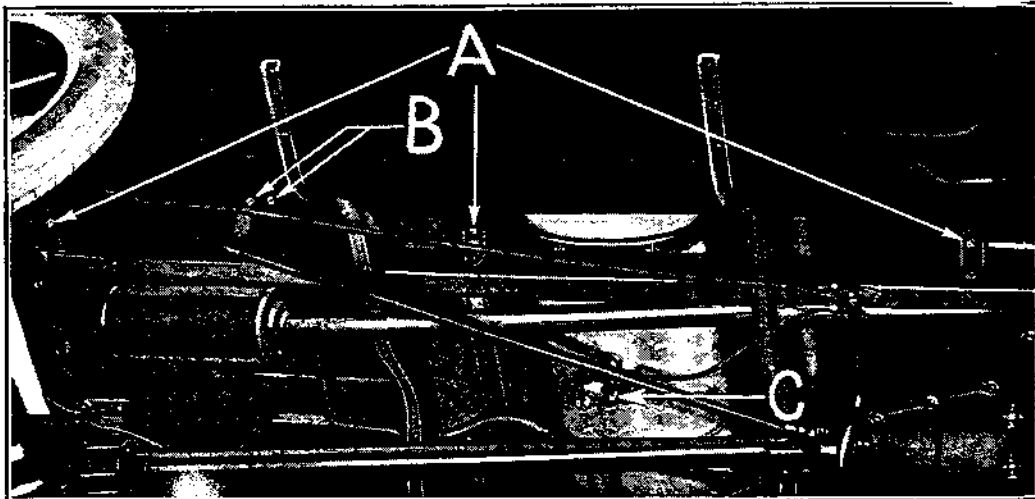

Fig. 12
- a) Démontez les écrous des six boulons de fixation de la carrosserie (trois de chaque côté de la voiture. (Voir A, fig. 12.) Dévissez les 2 vis à bois B de fixation des bavolets à la carrosserie.
28 — Couper l'essence en fermant le robinet sur le filtre en dessous du réservoir (Voir C, fig. 12.)